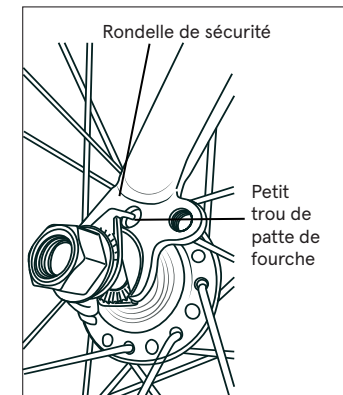

Fig. 7
3. Desserrez les écrous de l'axe de la roue avant. Soulevez l'avant du vélo et insérez la roue avant dans les pattes de la fourche (une aide peut vous faciliter la tâche). Insérez la languette des rondelles de sécurité dans les petits trous situés à l'extérieur des pattes de fourche (certaines fourches suspendues n'ont pas de trou. Dans ce cas, assurez-vous que l'écrou est bien enfoncé dans les pattes de fourche (**Fig. 7**).